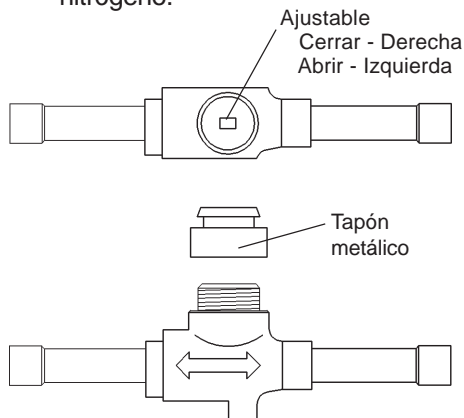

Fig. 6
10) Quite el tapón metálico de la válvula esférica y abra la válvula. Ver Fig. 6.